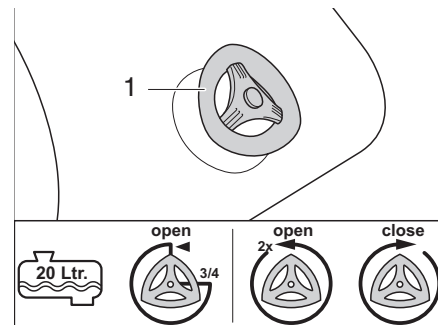

Fig. 370 Robinet de vidange
- 1/2 rempli ou moins : tourner le robinet de vidange (Fig. 370,1) de 3/4 de tour dans le sens inverse des aiguilles d'une montre. L'eau s'écoule.
- 3/4 rempli et plus : tourner le robinet de vidange (Fig. 370,1) de 2 tours dans le sens inverse des aiguilles d'une montre. L'eau s'écoule.
- Fermer le robinet de vidange (Fig. 370,1) dans le sens des aiguilles d'une montre.